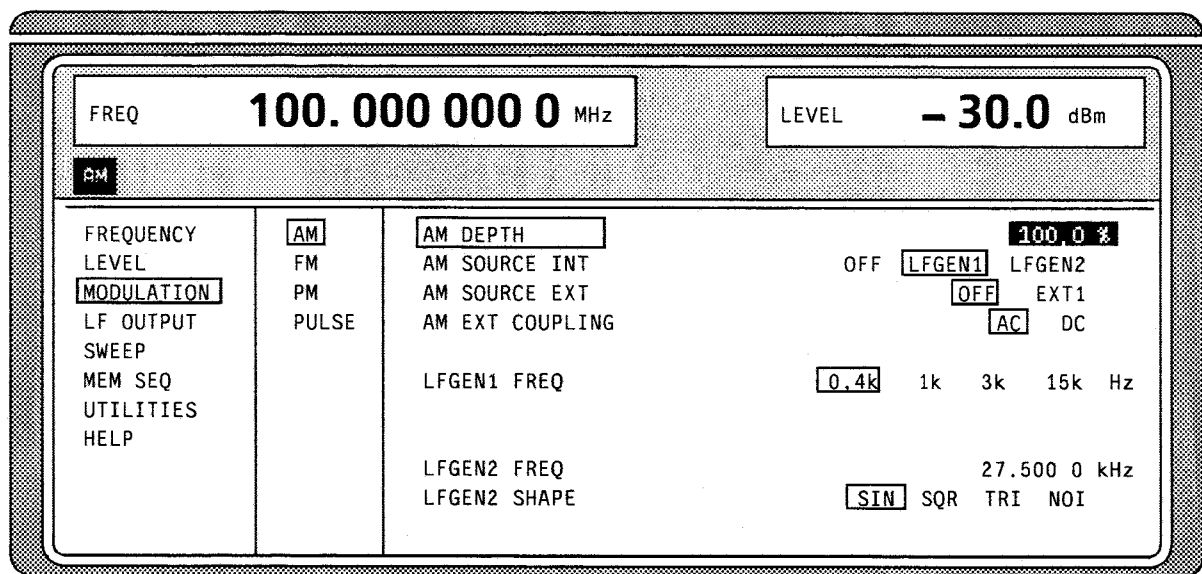

Bild 2-4 MODULATION-AM-Menü
- ▶ Den Menücursor mit dem Drehknopf auf den Namen des gewünschten Parameters setzen, z.B. auf AM DEPTH im AM-Menü, Bild 2.4.
Der Menücursor wechselt vom ausgewählten Parameter in der linken Spalte des Einstellmenüs auf den Einstellwert nach rechts, z.B. von AM DEPTH auf 100%, Bild 2-4.
Der Menücursor wechselt vom ausgewählten Parameter in der linken Spalte des Einstellmenüs auf die aktuelle Auswahl rechts, z.B. von LFGN1 FREQ auf 0,4 kHz, Bild 2-4.